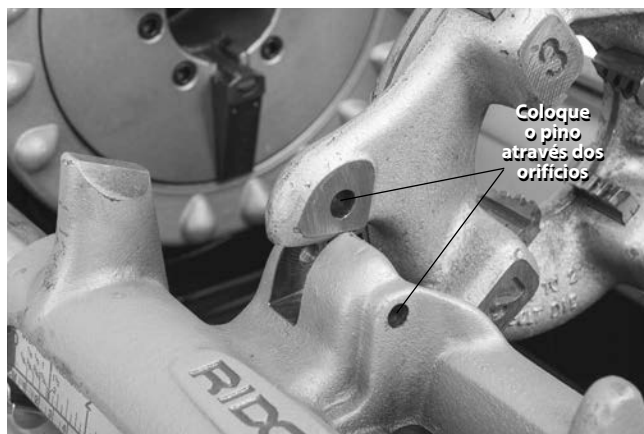

Figura 26 – Retenção da cabeça de tarraxa do lado esquerdo no lugar
3. Coloque um $\frac{5}{16}$ " pino de 2" pelos orifícios no descanso do carro e na cabeça de roscar do lado esquerdo para reter no lugar (ver Figura 26).